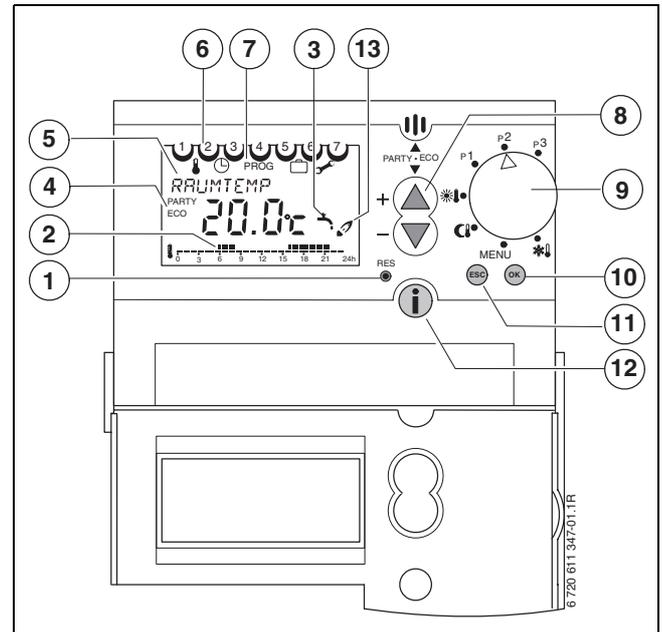

Fig. 32 Schema degli elementi di comando
- ▶ Posizionare il selettore impostazioni su **MENU** (vedi Fig. 32).